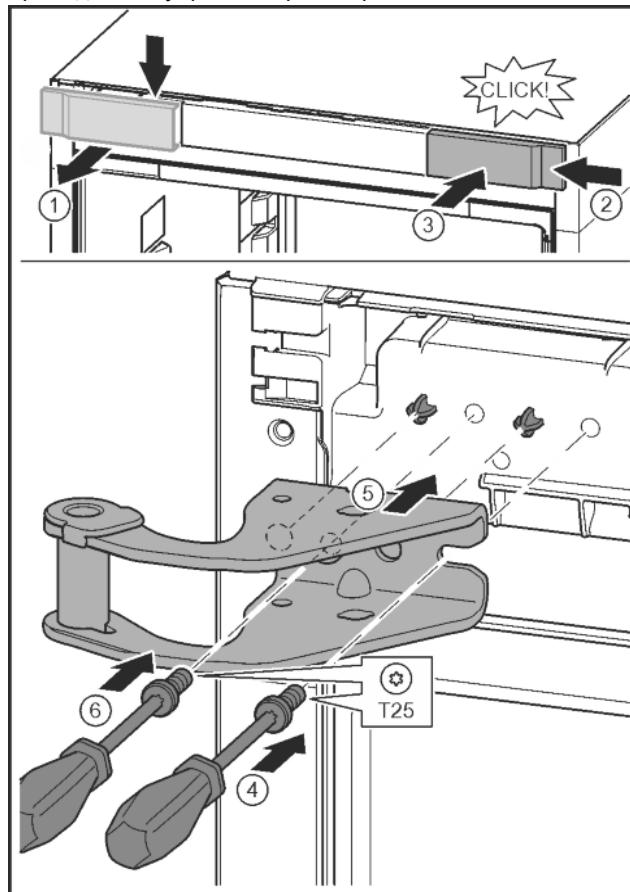

Fig. 9
- Отпустить крышку и снять сбоку. Fig. 9 (1)
- Навесить крышку, повернув ее на 180°, справа с другой стороны. Fig. 9 (2)
- Крышку зафиксировать. Fig. 9 (3)
- Установить винт отверткой T25. Fig. 9 (4)
- Установить верхний опорный кронштейн. Fig. 9 (5)
- Затянуть винт. Fig. 9 (4)
- Вставить и затянуть винт отверткой T25. Fig. 9 (6)